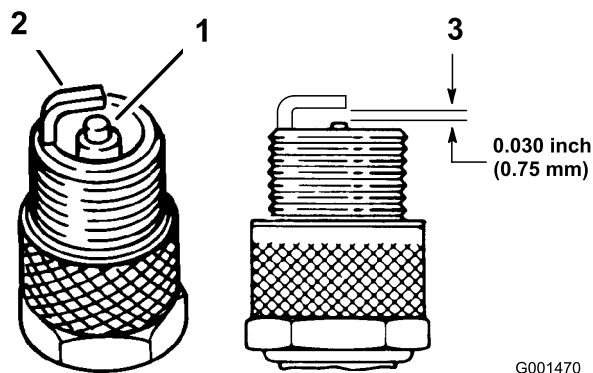

図 30
- 電極 (側面と中央) と碍子の状態を点検する (図 30)。
- エアギャップを 0.76 mm に調整する (図 30)。点火プラグをエンジンに取りつけて、14 ft-lb. (20 Nm=2.0 kg.m) にトルク締めする。